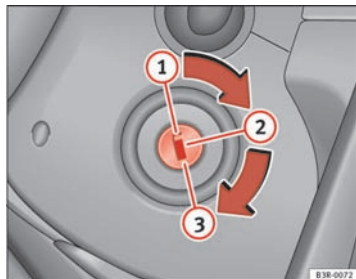

Fig. 148 Positions de la clé de contact
- Amenez la clé de contact en position  ⇒ page 184, fig. 148.